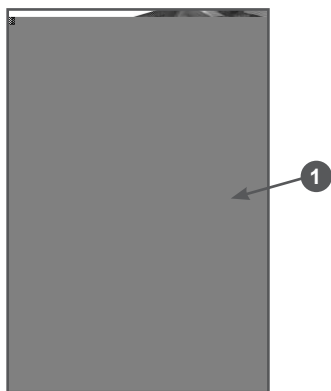

Рис. 6 Расположение воздушной заслонки
4. Закройте воздушную заслонку. Для этого рычаг заслонки 1 поднимите вверх (Рис.6).